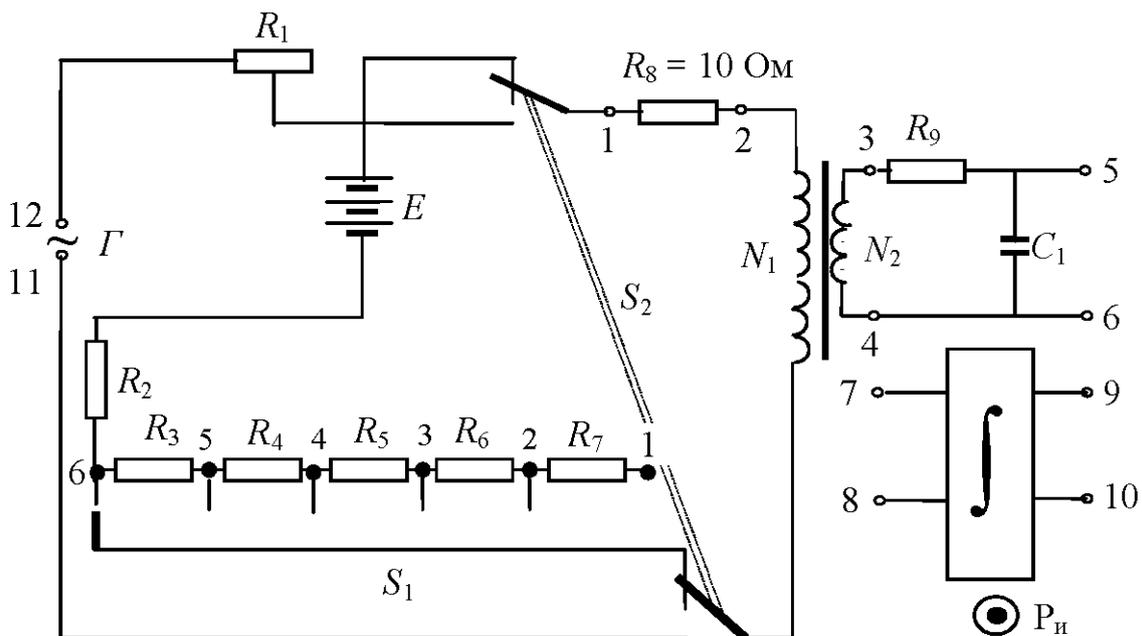

Рис. 6.6. Рабочая схема опыта
Необходимые приборы и материалы: ферромагнитный сердечник с катушками N_1 и N_2 ($N_1 = 2\,000$, $N_2 = 1\,000$ витков, $l = 0,1$ м, $S = 1 \cdot 10^{-4}$ м²); резистор R_8 ; генератор переменного тока G ; электронный осциллограф ЭО; интегрирующая цепь R_9, C_1 ($R_9 = 160$ кОм, $C_1 = 3,9$ мкФ). Все элементы схемы, кроме осциллографа, смонтированы внутри лабораторного стенда. Рабочая схема опыта для исследования кривой намагничивания и петли гистерезиса ферромагнетика показана на рис. 6.6 и на панели стенда.
1. Соберите схему согласно рис. 6.6, подключив вход OX осциллографа к резистору $R_8 = 10$ Ом (клеммы 1 – 2), а вход OY к конденсатору C_1 (клеммы 5 – 6). Переключатель S_2 , если он есть на стенде, должен быть в нижнем положении. Ручка потенциометра R_1 повернута до упора влево.